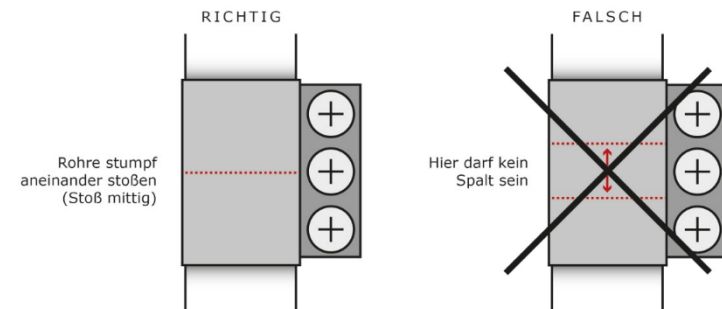

Abbildung 2: Verbindung zweier Rohre durch ein Rohrverbindungselement
- 4.) Schieben Sie das Verbindungselement ganz über das Rohrende. Das zweite Rohr bündig anlegen und das Verbindungselement vorsichtig bis zur Markierung schieben. (*siehe Abbildung 2*)